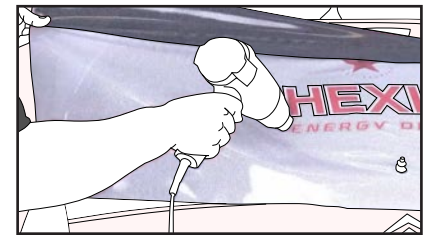

Figure 16
- › Chauffer légèrement le complexe pour pouvoir retendre un peu le vinyle. (FIG. 16)